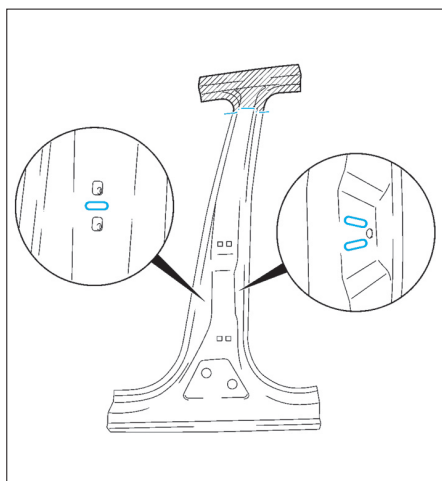

FIG. 35
• Effectuer des trous oblongs de 5 x 18 mm (Fig.35).